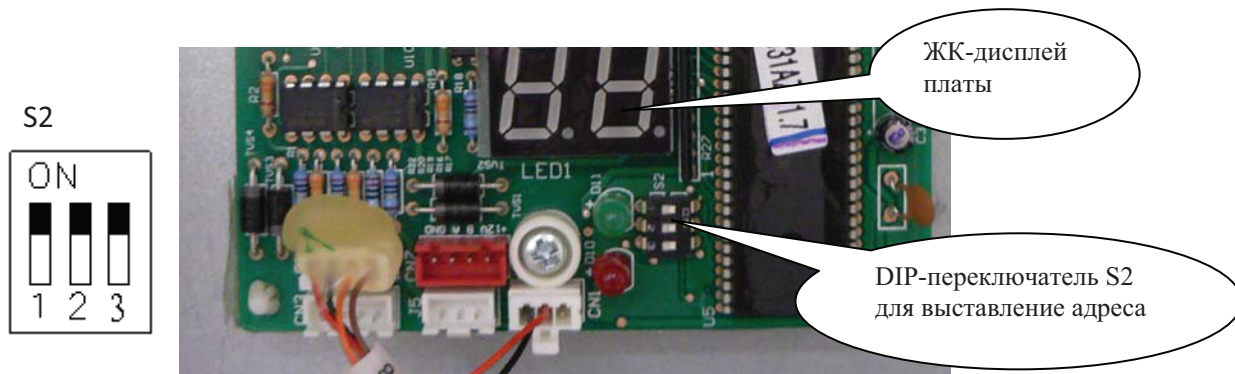

Рис. 7.11
7.3.6.1 После подключения платы необходимо выставить адрес платы. Выставление адреса производится на DIP-переключателе S2 (рис.7.11).